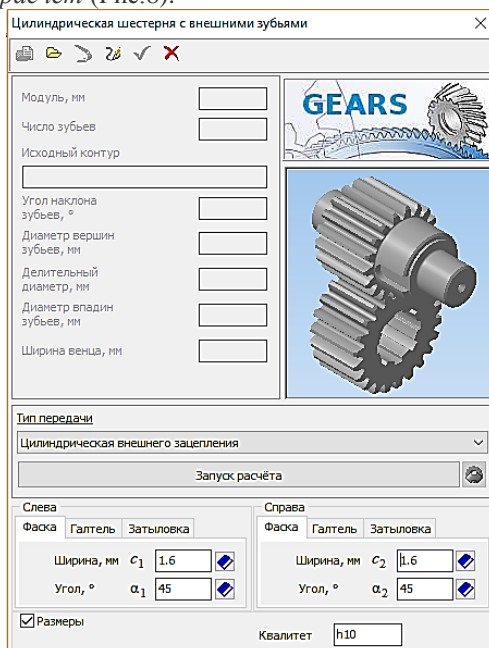
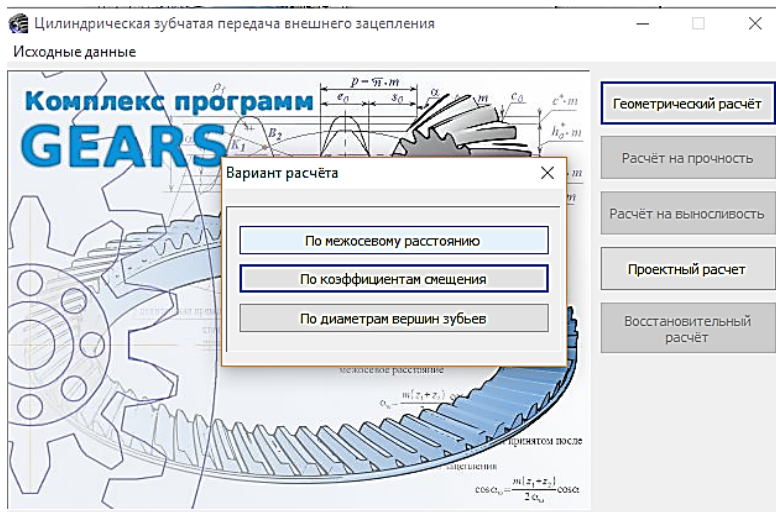

Рис.7 – Запуск розрахунку шестерні
Рис.8 – Вибір виду розрахунку
4.3. У вікні, що відкрилося, задати фаски справа та зліва по 1,6 мм і натиснути кнопку *Запуск расчета* (Рис.7), в наступному вікні *Исходные данные* вибрати розрахунок *По міжосевому расстоянию* та натиснути кнопку *Геометрический расчет* (Рис.8).